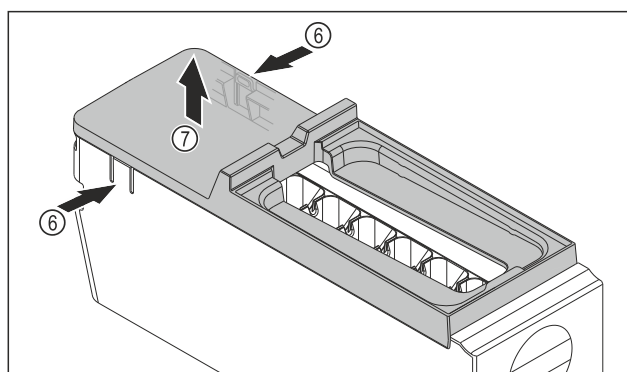

Fig. 137
- ▶ Rimuovere la copertura del corpo dell'EasyTwist-Ice: Con una mano, premere le linguette Fig. 137 (6) su entrambi i lati del corpo dell'EasyTwist-Ice.
- ▶ Con l'altra mano, estrarre verso l'alto la copertura Fig. 137 (7).